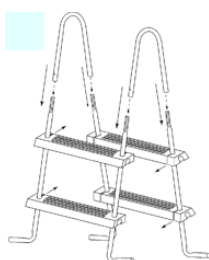

Abb. 19
- Schieben Sie in gleicher Weise jeweils die zweite Leiterstufe über die Leiterbeine und führen Sie hinunter bis zum oberen Löcherpaar. Innen- und Außenteil der Leiter verbinden Sie, indem Sie jeweils einen Leiterbogen (Teil 15) (und Leiterbogenversteifung (Teil 42) bei Leiter 1,10 m) auf die Leiterbeine stecken. (Abb. 19)